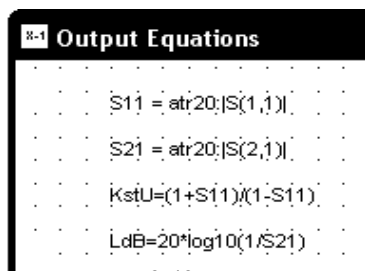

Рис. 2.42
Окончательный вид окна уравнений показан на рис. 2.42.
2. Выберите в меню **Draw>Add Output Equation**. Откроется диалоговое окно **Measurements Equation**, показанное на рис. 2.42. В текстовом поле **Variable name** (Имя переменной) введите **S11**, в списке **Meas. Type** отметьте **Port Parameters**, в списке **Measurement** отметьте **S**, в поле **Data Source Name** введите **At**, щёлкая по кнопке справа от этого поля, введите **1** в оба поля **To Port Index** и **From Port Index**, щёлкая по кнопкам справа от этих полей, отметьте **Mag** в области **Complex Modifier**, снимите “галочки” в **Complex** и **dB**, если они установлены, нажмите **OK**. В окне уравнений появится поле ввода. Двигая мышку, установите это поле в верхней части окна уравнений и щёлкните левой кнопкой мышки. Появится выражение